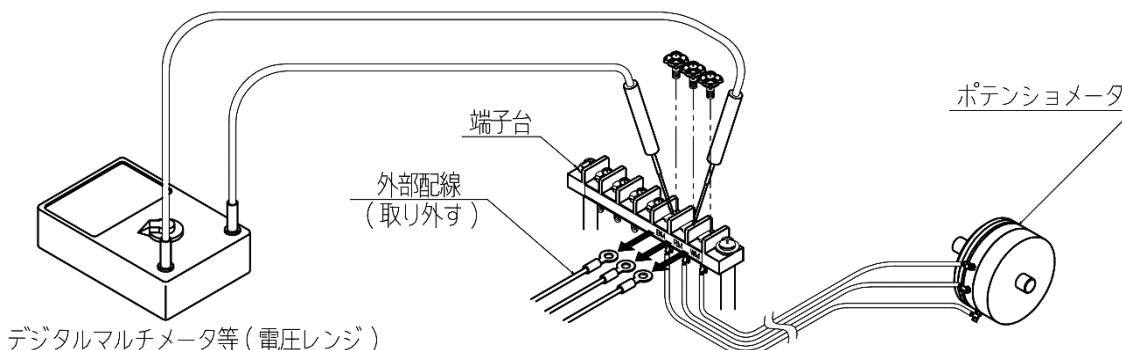

図7：ポテンショメータの点検
(1) ポテンショメータの点検方法 (図7参照)
- ①コントロールモータを電動動作で全閉位置とし電源を遮断します。
- ②端子箱カバーを外し、端子BM, RM, WMに接続されている外部配線を解線します。
- ③ポテンショメータのWM端子に(−)、BM端子に(+)とし、DC 5Vを印加してください。